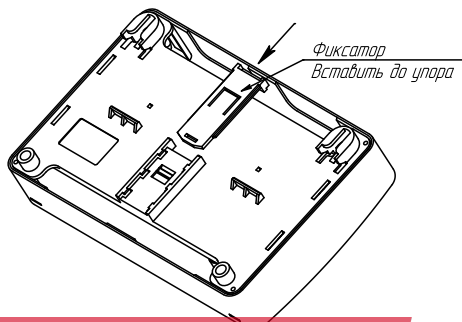

Рисунок 4
- в) при установке на DIN-рейку (рисунок 4):